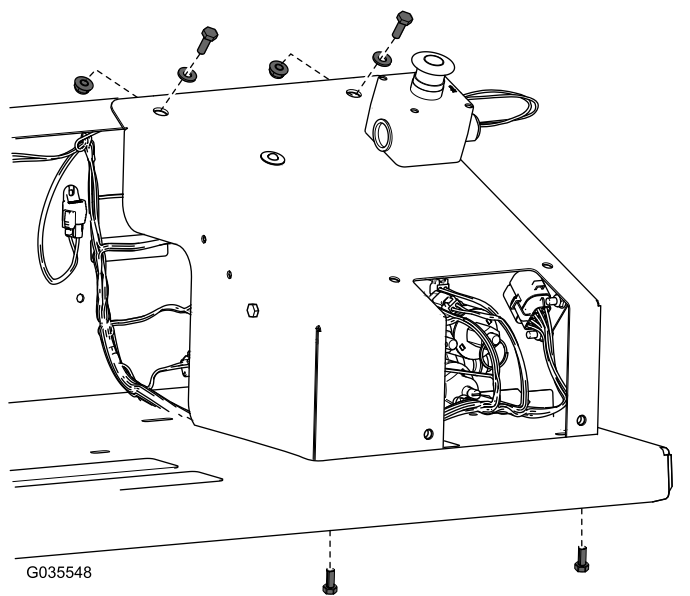

Рисунок 20
11. Прикрепите крышку к ограждению крыла, используя соответствующие болты, шайбы и гайки (Рисунок 20).